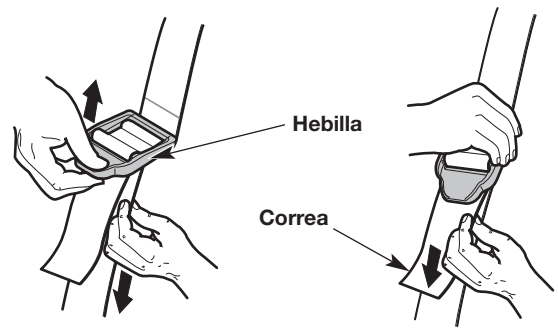

Fig. 9
4. Ajuste la correa de hombro para adecuarla al operador (Fig. 9). Tire de la hebilla hacia arriba para aflojar la correa. Tire de la correa hacia abajo para ajustarla.